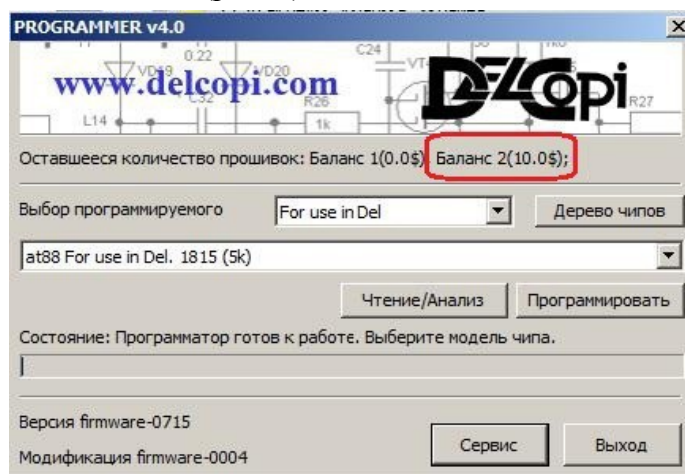

Рис. 5
5. После нажатия «Принять» программатор зачислит на выбранный баланс средства и изменит счетчики балансов (рис. 5) Баланс пополнен.